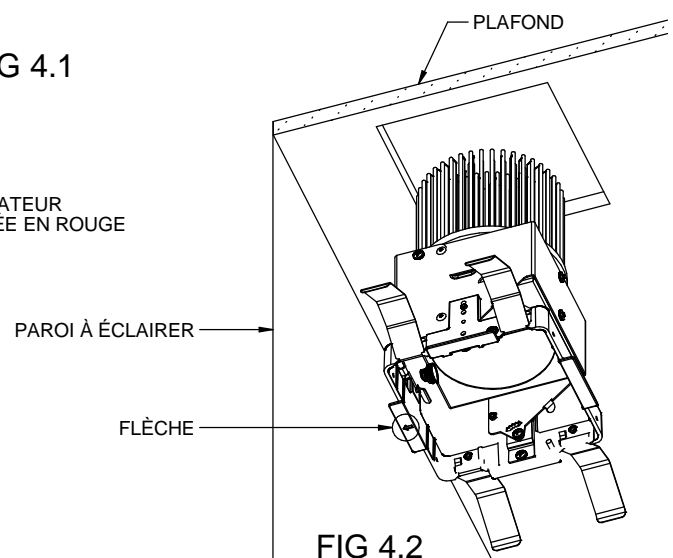

FIG 4.2
2. Utiliser la flèche sur le rebord moulé pour déterminer l'orientation et veiller à ce que la flèche pointe vers la paroi à éclairer. **FIG 4.2.**